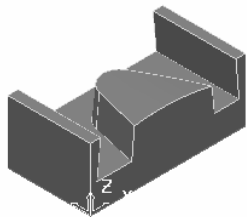

图 5-72 导入模型文件
2) 选择下拉菜单中的“文件”→“输入模型”命令, 弹出“输入模型”对话框, 选择“neiaotutai.dgk”(“随书光盘: \第5章\5.2\uncompleted\neiaotutai.dgk”)文件, 单击“打开”按钮即可, 如图 5-72 所示。